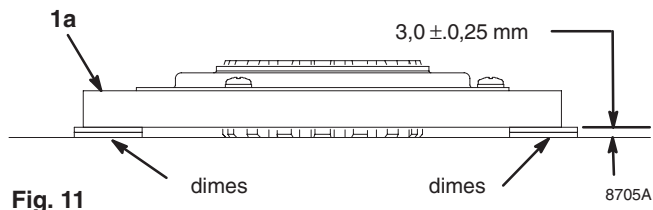

Fig. 11
1. Fig. 11. Coloque dos pilas de dos monedas de duro sobre la superficie uniforme de un banco.